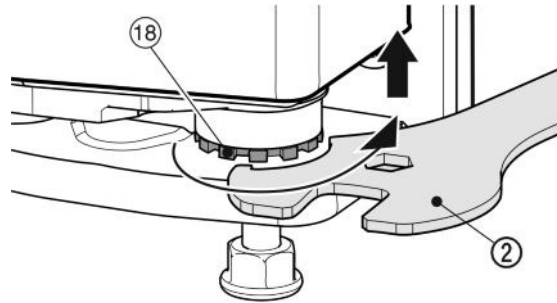

Fig. 18
- ▶ Voor het omhoog tillen van de deur de lagerbout Fig. 18 (18) met de desbetreffende steeksleutel Fig. 18 (2) rechtsom eruit draaien. Bij de levering is de lagerbout er volledig ingedraaid.